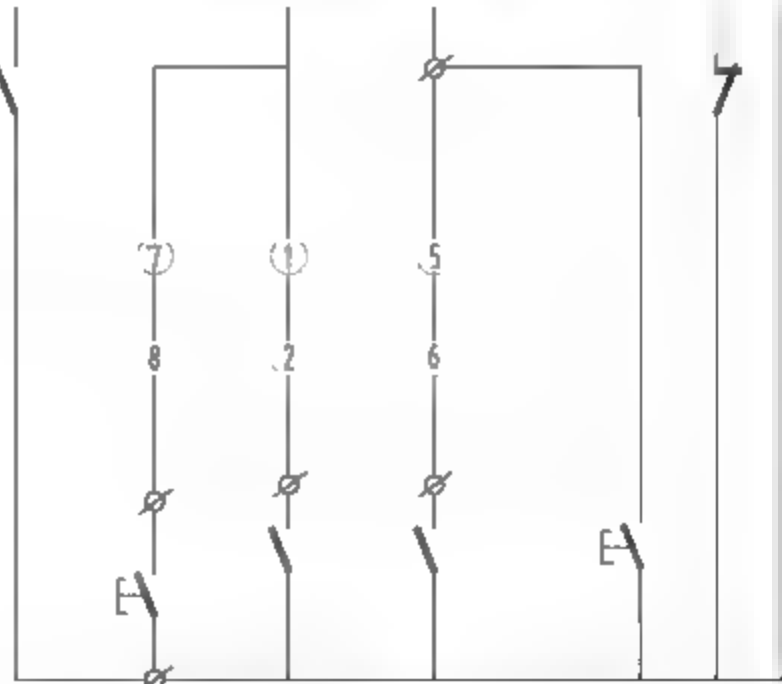

图10-28 绘制标注文字
**15** 调用MT【多行文字】命令,在圆形内绘制标注文字,结果如图10-28所示。